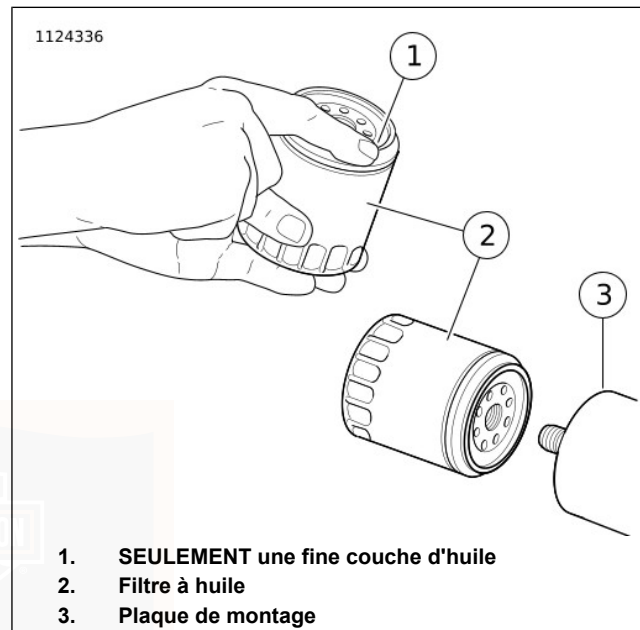

Figure 49. Application d'une fine couche d'huile
7. Voir Figure 49. Lubrifier le joint avec de l'huile moteur propre. Installer le **nouveau** filtre à huile sur la monture de filtre. Serrer le filtre à huile à la main d'un demi à trois quarts de tour une fois que le joint touche la surface de montage du filtre. Ne PAS utiliser de clé à filtre à huile lors de l'installation.